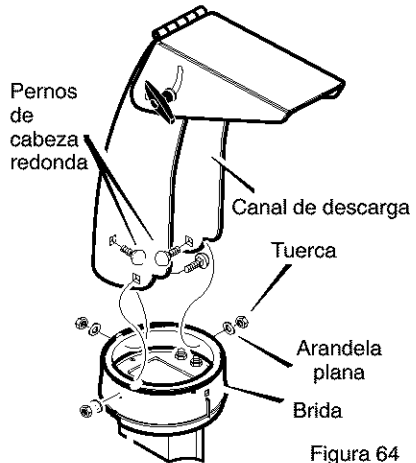

Figura 64
2. Coloque el **canal de descarga de nieve** en la parte interior de la **brida** y alinee los tres agujeros del **canal de descarga** con los agujeros de la **brida** del canal de descarga. (Vea la Figura 64).